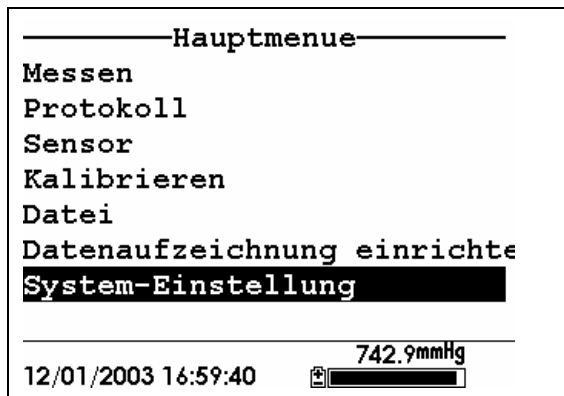

Abbildung 10.1 Hauptmenü-Bildschirm
2. Verwenden Sie die Pfeiltasten, um die Selektion **Datenfilter** hervorzuheben. Siehe Abbildung 10.1 Hauptmenü-Bildschirm.
2. Verwenden Sie die Pfeiltasten, um die Selektion **ID** hervorzuheben. Siehe Abbildung 10.1 Hauptmenü-Bildschirm.
7. Verwenden Sie die Pfeiltasten, um die Selektion **GLP Dateiname** hervorzuheben. Siehe Abbildung 10.1 Hauptmenü-Bildschirm.
2. Verwenden Sie die Pfeiltasten, um die Selektion **TDS-Konstante** hervorzuheben. Siehe Abbildung 10.1 Hauptmenü-Bildschirm.